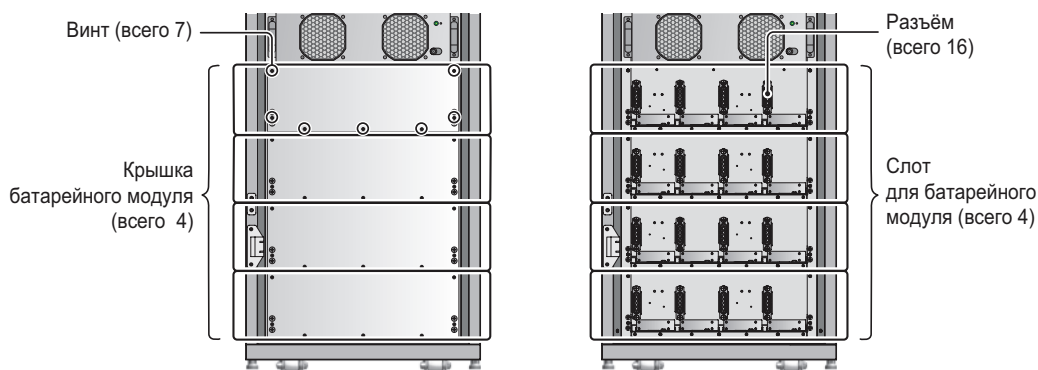
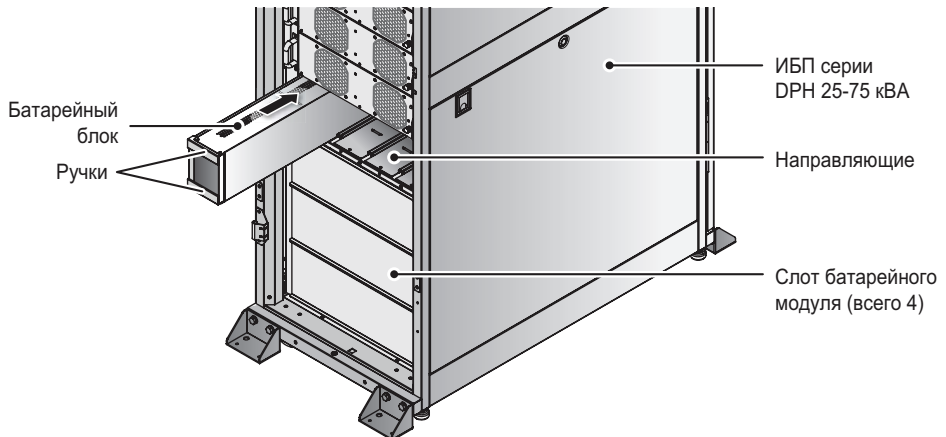

Рис. 5-15. Снятие крышек батарейного модуля
Рис. 5-16. Монтаж батарейного модуля
- 1 Откройте переднюю дверцу и снимите необходимое число крышек, чтобы получить доступ к слотам батарейных модулей (крышки закреплены семью винтами). См. **Рис. 5-15**.
- 2 Возьмите батарейный блок за ручки (см. **Рис. 5-16**), вставьте его в батарейный слот (см. расположение разъёмов на **Рис. 5-15**) и по направляющим вдвиньте внутрь. Убедитесь, что блок надёжно подсоединён к разъёму. Батарейный модуль состоит из четырёх батарейных блоков, каждый из которых необходимо установить в слот батарейного модуля на одном уровне (см. **Рис. 5-15** и **Рис. 5-16**). Число батарейных модулей выбирается исходя из требуемого времени автономной работы.